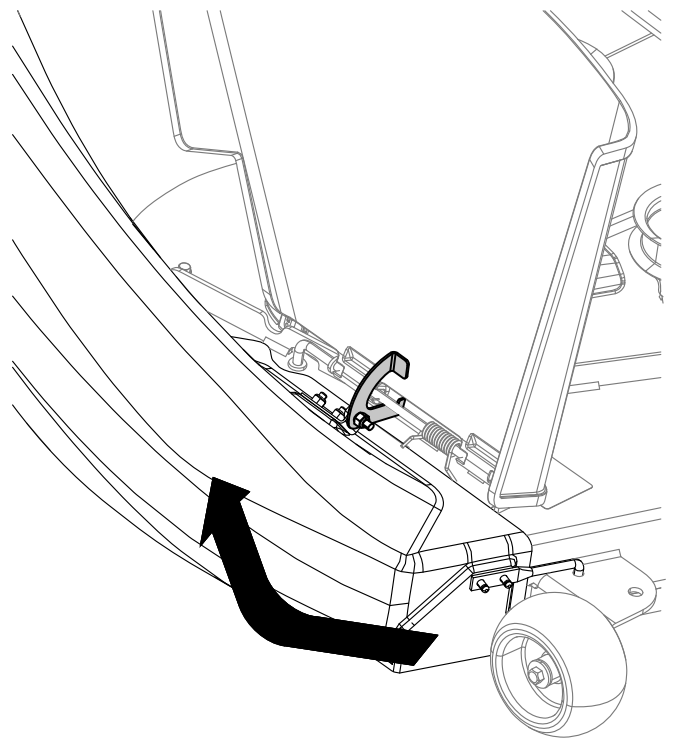

図 22
6. シュート上部で、フック形ラッチをデフレクタアセンブリのピボットロッドに引っ掛けて、ロッドを刈り込みデッキの穴に取り付ける 図 22。